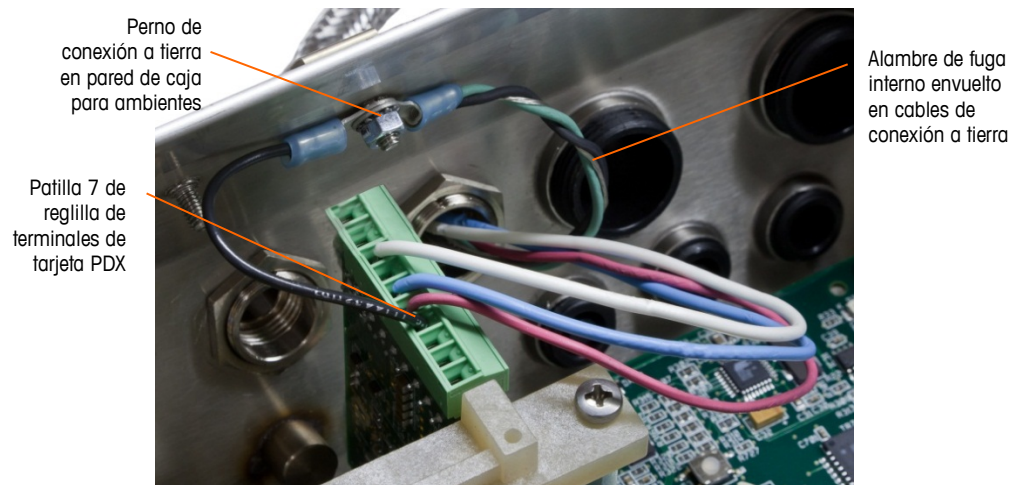

Figura 2-66: Conexión a tierra de la energía del cable de conexión POWERCELL PDX, ambientes adversos
- b. A continuación, tuerza el cable de fuga de energía del cable de conexión junto con los cables de tierra negro y verde y haga una conexión en el mismo perno de conexión a tierra usando otro terminal de anillo como se muestra en Figura 2-66.